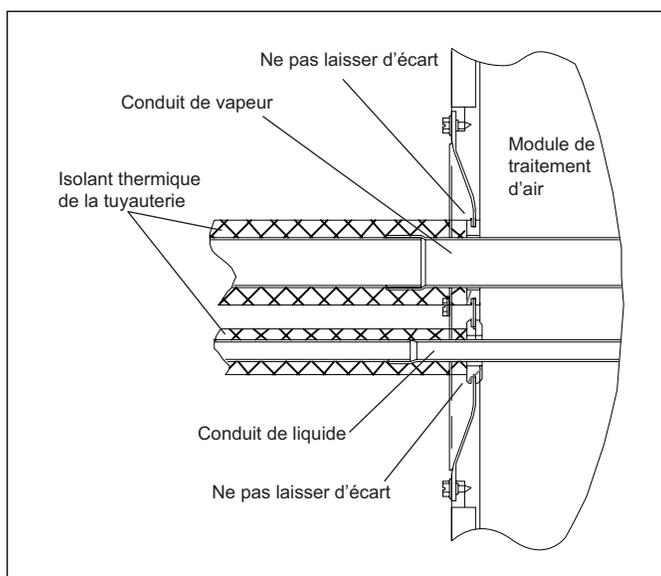

Figure 15
Consultez la figure 15 et le renseignements ci-dessous pour l'installation nécessaire d'un siphon pour le condensat.
- ▶ Faites des prévisions pour déconnecter et nettoyer le tuyau d'évacuation principal si cela devenait nécessaire. Installez un siphon de 3 po dans le tuyau d'évacuation principal le plus près possible du module. Assurez-vous que le haut du siphon est sous la connexion du bac d'égouttement pour assurer la vidange du bac (voir la figure 15).